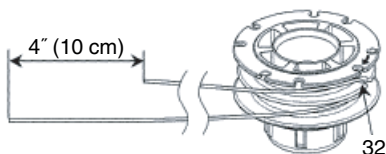

Fig. 38
(2) Après avoir retiré le boîtier, extrayez la bobine et jetez le fil restant.
(3) Pliez le nouveau fil nylon inégalement en deux comme dans l'illustration.
Accrochez le bout en U du fil de nylon dans la rainure (32) du séparateur central de la bobine. Enroulez les deux moitiés du fil sur la bobine dans le même sens en gardant chaque moitié de son côté du séparateur. (Fig. 38)